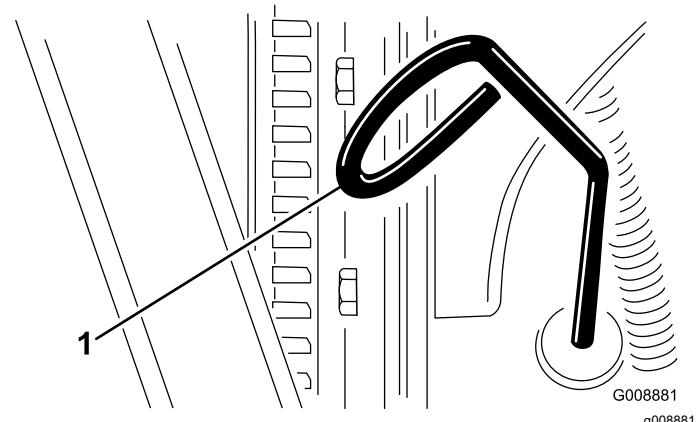

Figura 23
3. Retire la varilla, límpielala, y vuelva a colocarla (Figura 23).